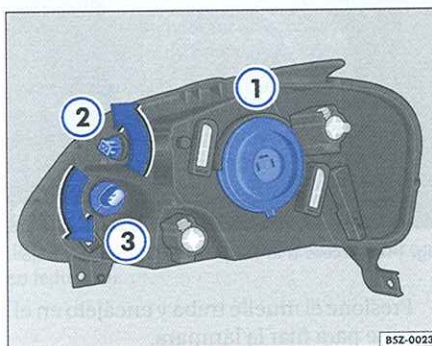

Fig. 148 Vista general de las lámparas
- Retire o soquete ⇒ fig. 148 ②, girándolo en el sentido de la flecha.
- Gire el portalámpara ⇒ fig. 148 ②, girándolo en el sentido horario.